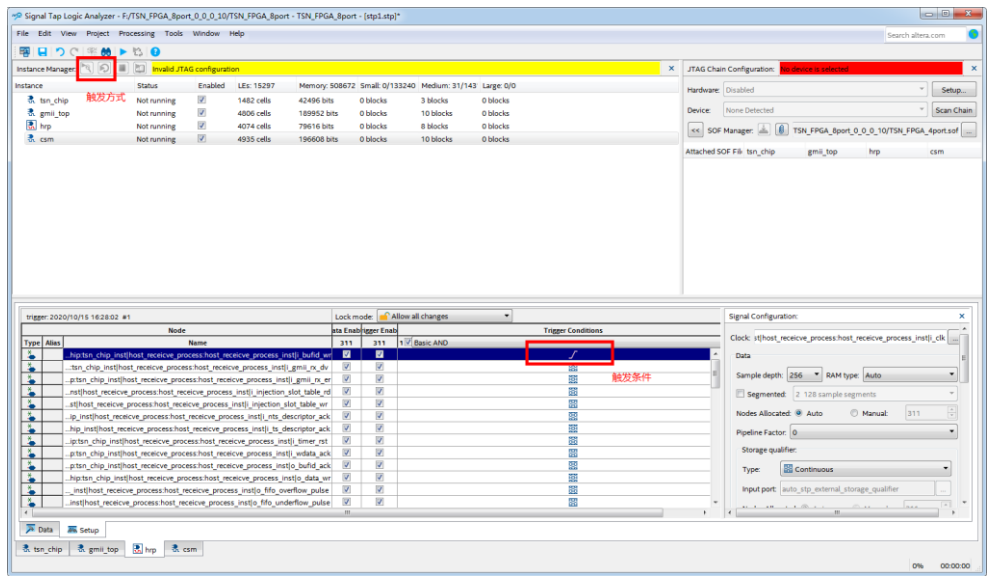

图 5-1 设置触发参数
1) 点击 tools->signal tap logic analyzer, 在触发信号栏, 选择需要调试的信号, 设置触发参数。如下图 5-1 所示。